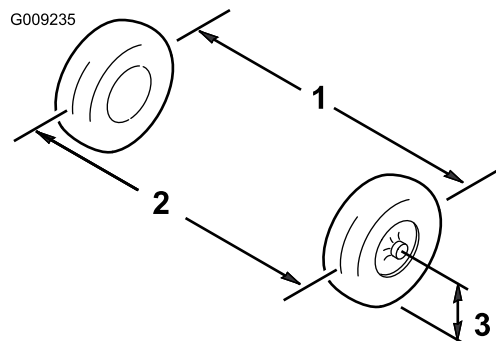

Figure 60
1. Mesurez la distance entre les roues avant à hauteur d'essieu, à l'avant et à l'arrière des roues (Figure 60).